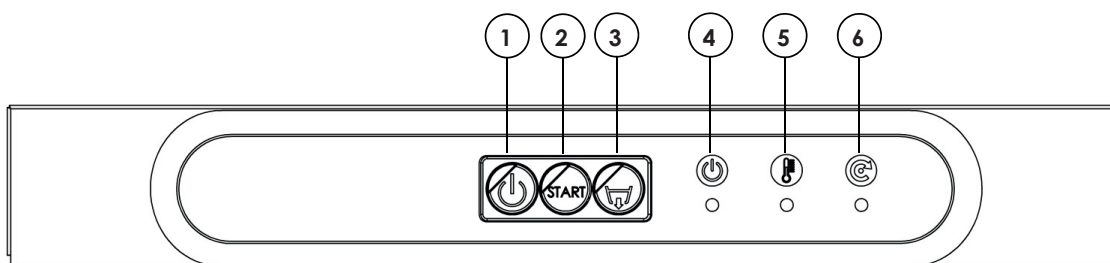

Fig. 14b
3. lasciare scaricare completamente la lavastoviglie, se la lavastoviglie è dotata di pompa di scarico azionarla tenendo premuto il PULSANTE POMPA DI SCARICO (3 fig. 14b, 14c)